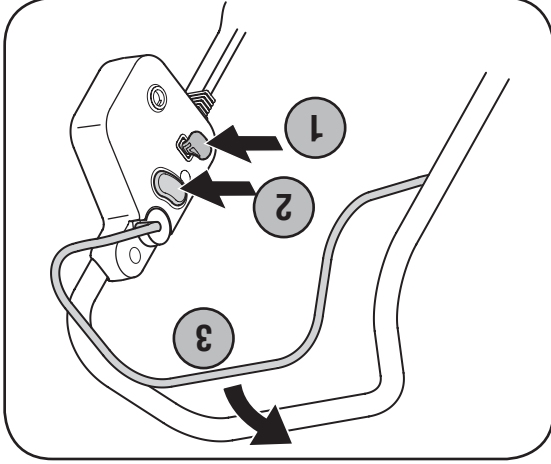

Figure 4-3
2. Poussez sur le commutateur du disjoncteur pour le remettre à zéro. Voir la Figure 4-3 dans le chapitre « Utilisation ».
1. Mettez la clé. Voir la Figure 4-3.